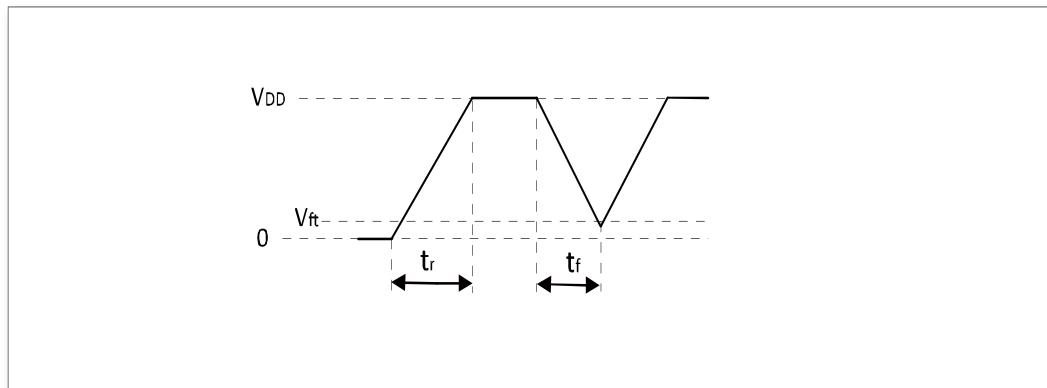

图 5-5 上电与掉电波形
- 芯片上与掉电  $V_{DD}$  波形需严格遵循图 5-5 中  $t_r$  和  $t_f$  阶段，上电过程不得出现掉电现象。